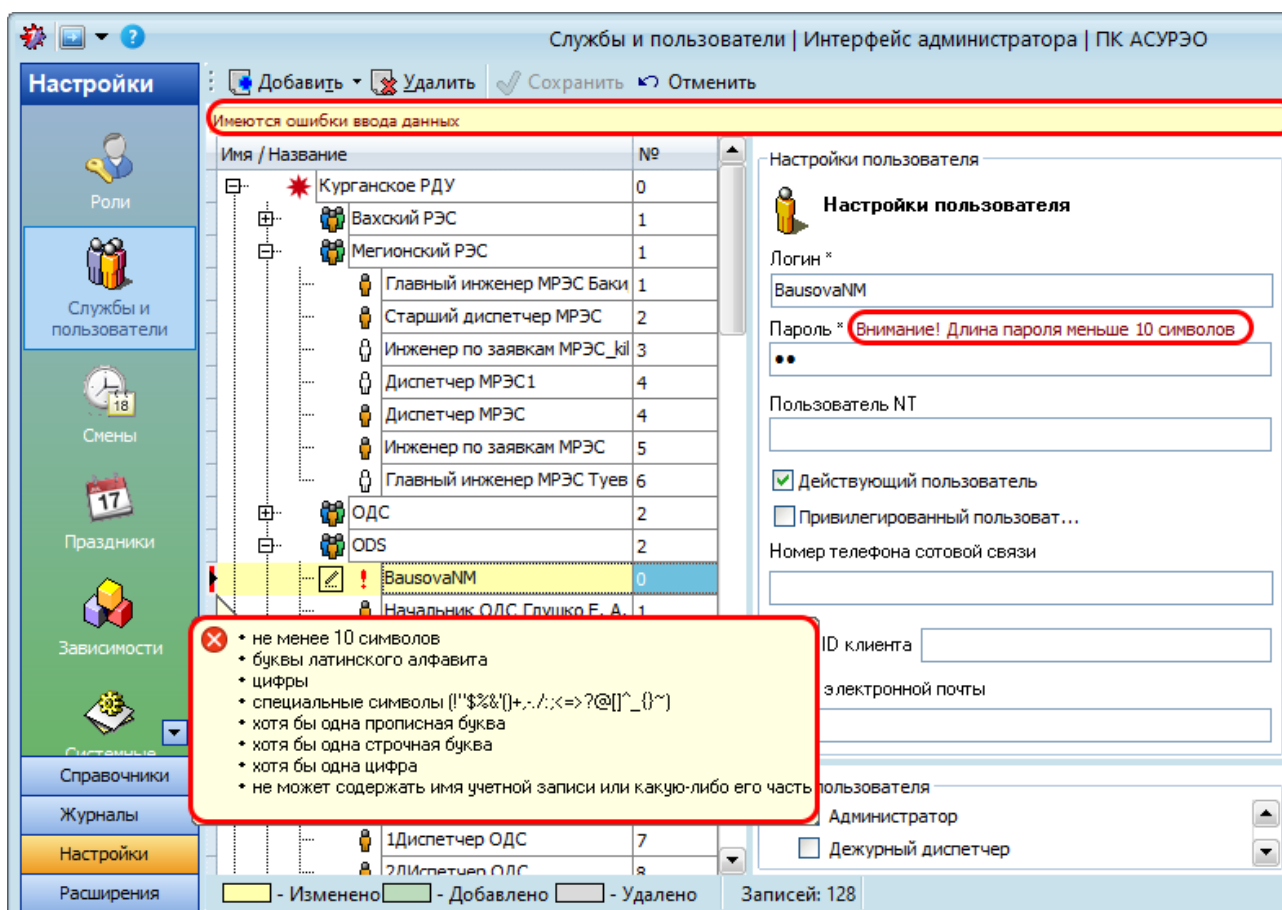

Рисунок 7.35 – Ошибка при вводе пароля пользователя
- в поля «Логин» и «Пароль» вводится учетное имя пользователя и пароль, которые используются для входа в АСУРЭО. Учетное имя должно быть уникальным для каждого пользователя АСУРЭО. После создания и сохранения нового пользователя изменение учетного имени не доступно. Длина пароля должна составлять не менее 10 символов. Пароль пользователя не должен совпадать с его учетным именем. В случае ввода неправильного пароля отображается сообщение «Внимание! <Причина ошибки ввода пароля>», в строке пользователя появляется красный индикатор, при наведении на который появляется сообщение об ошибке. (Рисунок 7.35);